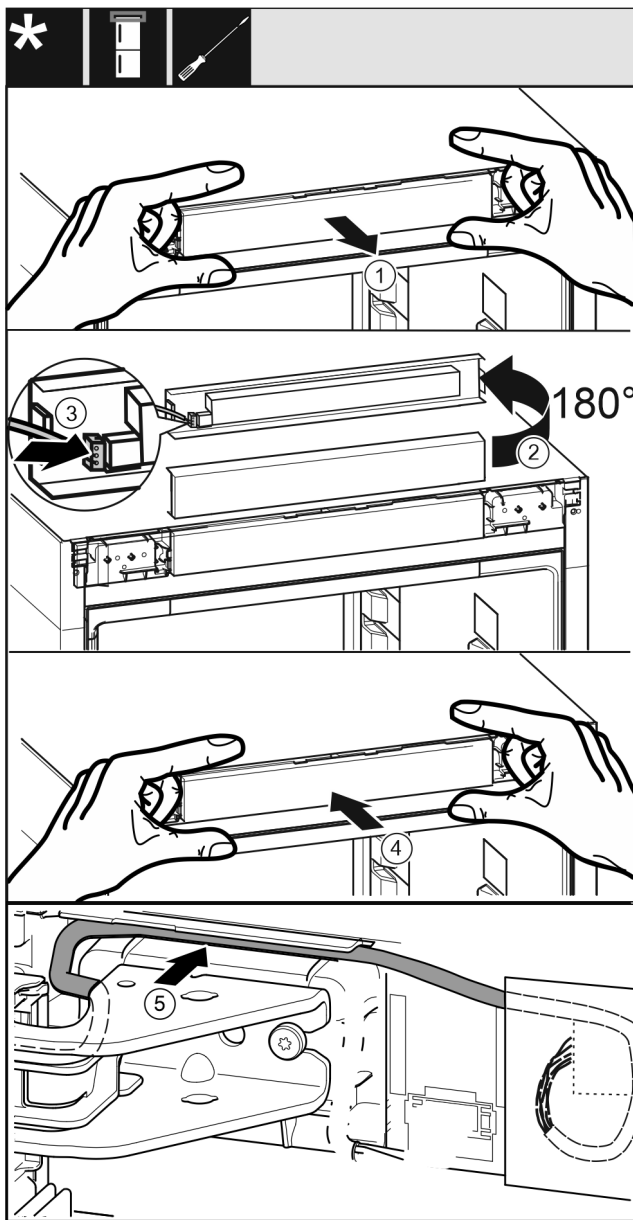

Fig. 31
- ▶ Opatrne vytiahnite obslužný kryt. Fig. 31 (1)
- ▶ Otočte kryt o 180° nahor. Fig. 31 (2)
- ▶ Zaklapnite zástrčku na kryte obslužného dielu. Fig. 31 (3)
- ▶ Obslužný kryt znova zaistíte na zariadení. Fig. 31 (4)
- ▶ Sivý kábel opatrne položte do vedenia nad hornou ložiskovou konzolou. Fig. 31 (5)